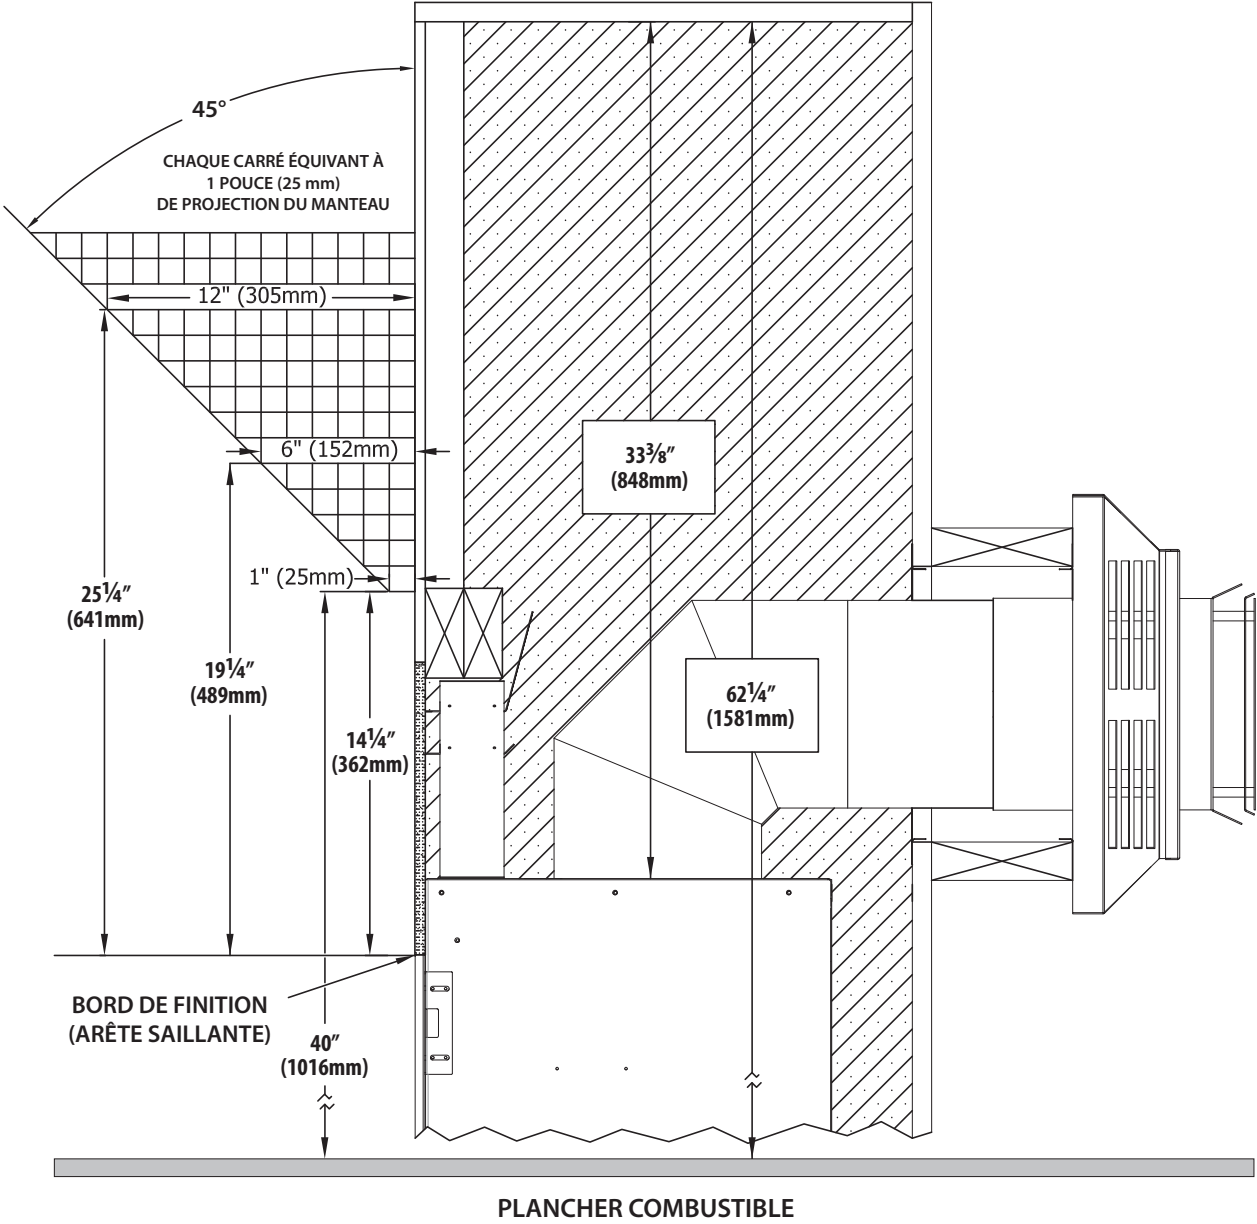

FIGURE 4.1 Exigences du manteau
- Profondeur du manteau combustible - Comme la **FIGURE 4.1** (page 21) l'indique, un manteau de 1 po (25mm) commencer à 14-1/4 po (362 mm) au-dessus du bord de finition du foyer. La profondeur du manteau peut augmenter de 1 po (25 mm) pour chaque 1 po (25 mm) de hauteur additionnelle, à partir d'un manteau de 1 po (25 mm).